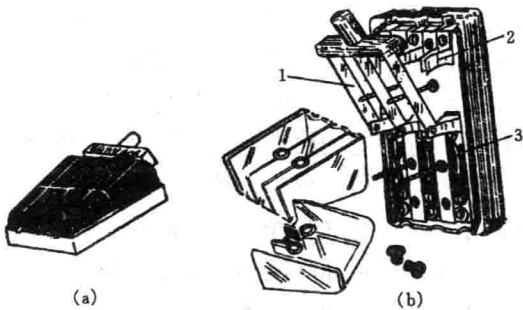
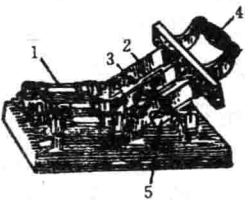

图 2-1 三极开启式负荷开关
图 2-2 石板开启式
(1) 三相开启式负荷开关：7kW 及以下的小容量电动机，在一般场所，均可采用三极开启式负荷开关起动。它的种类很多，一般多采用瓷底胶盖三极开启式负荷开关和石板开启式负荷开关两种，其外形和结构分别如图 2-1、图 2-2 所示。